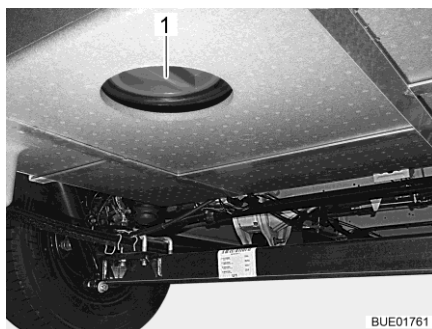

Fig. 207 Ouverture de nettoyage (réservoir d'eaux usées)
- Ouvrir l'ouverture de nettoyage (Fig. 207,1) du réservoir d'eaux usées et le robinet de vidange.